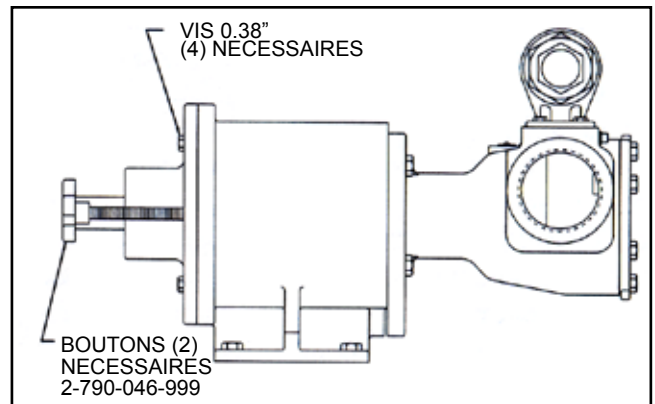

FIGURE 19
1. Si l'unité a un accouplement d'entretoise, le support de l'accouplement peut rester boulonné à la base. Sans accouplement entretoise, il faut soit retirer le réducteur, soit déboulonner l'accouplement.. Retirez les canalisations de la pompe, en permettant un dégagement en bout minimum de 4 pouces au delà de l'extrémité de l'arbre de l'accouplement. Insérez (2) boutons de 7/2" qui ont un minimum de 4.5" de filetage dans les deux trous taraudés à 9 heures et à 3heures au dos du logement de roulement. Retirez les (4) vis de 0.38". Voir Figure 19.
2. Tournez les boutons uniformément pour sortir le logement de roulement et l'ensemble externe. Voir Figure 19.